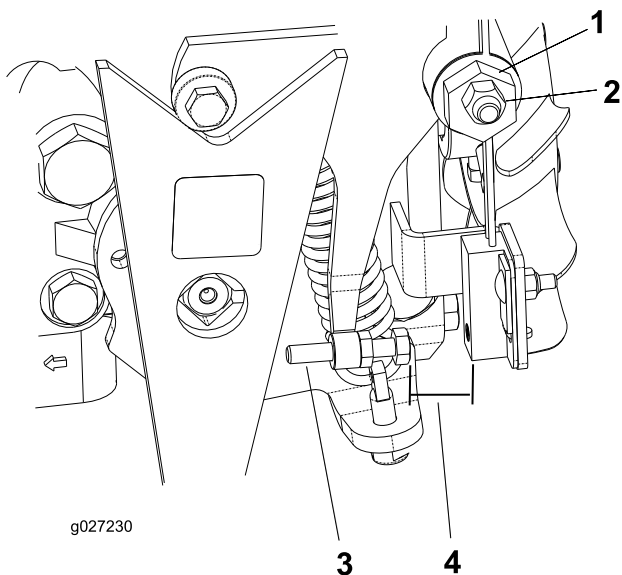

Figura 34
4. Afloje la contratuerca de la leva de ajuste de tracción (Figura 34).
- Arranque el motor y gire el eje hexagonal de la leva (Figura 34) en ambos sentidos para determinar la posición intermedia de la sección de punto muerto.
- Ajuste el tornillo hasta que el hueco sea de entre 0,8 y 2,3 mm; consulte la Figura 34.